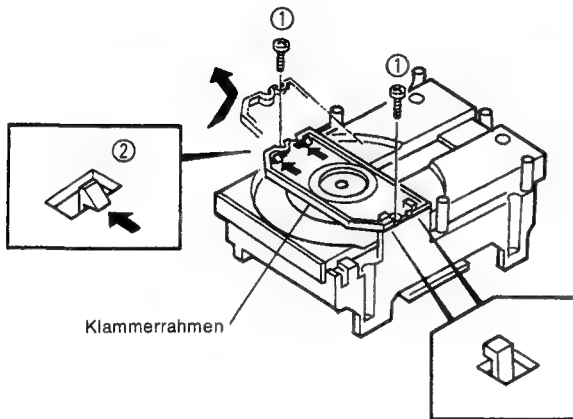

Abb. 6
4. Entfernen der Klammer (Abb. 6 und 7)
- ① Entfernen Sie die beiden Schrauben des Klammerrahmens.
- ② Entfernen Sie den Mechanismus-Basisstopper, der den Klammerrahmen befestigt und entfernen Sie dann den Klammerrahmen in der Richtung des Pfeils.